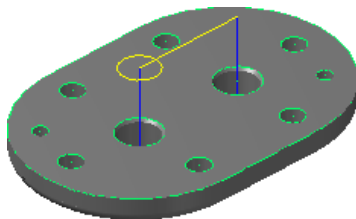

图 16.17 刀具路径
(1) 在“2D 刀具路径 - 钻孔/全圆铣削 深孔钻-无啄孔”对话框的左侧节点列表中单击 节点，在 文本框中输入值-13.0。
(2) 在“2D 刀具路径 - 钻孔/全圆铣削 深孔钻-无啄孔”对话框的左侧节点列表中单击 节点，选中 复选框，在 文本框中输入值 0.0。
(3) 单击“2D 刀具路径 - 钻孔/全圆铣削 深孔钻-无啄孔”对话框中的 按钮，完成加工参数的设置，此时系统将自动生成图 16.17 所示的刀具路径。